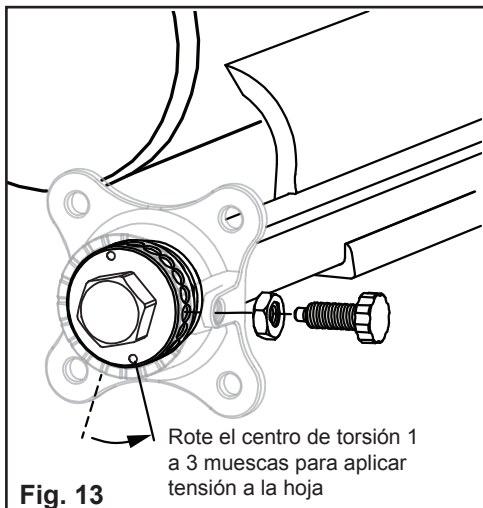

Fig. 13
- Rote el centro de torsión hasta el número deseado de muescas, para alcanzar la tensión preestablecida. Una a tres muescas es la tensión típica preestablecida (Fig. 13).